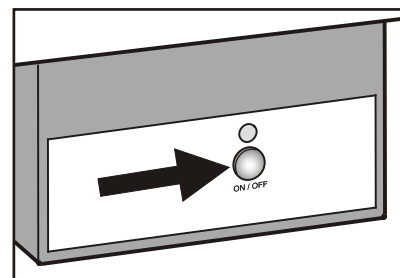

Figura 23
- Presione la tecla "ON/OFF", de forma que se encienda el correspondiente piloto de control (**Figura 23**).
- Presione el botón en el alojamiento del fabricante de hielo (**Figura 23**) durante aproximadamente 3 segundos. El piloto LED encima del botón comenzará a parpadear.